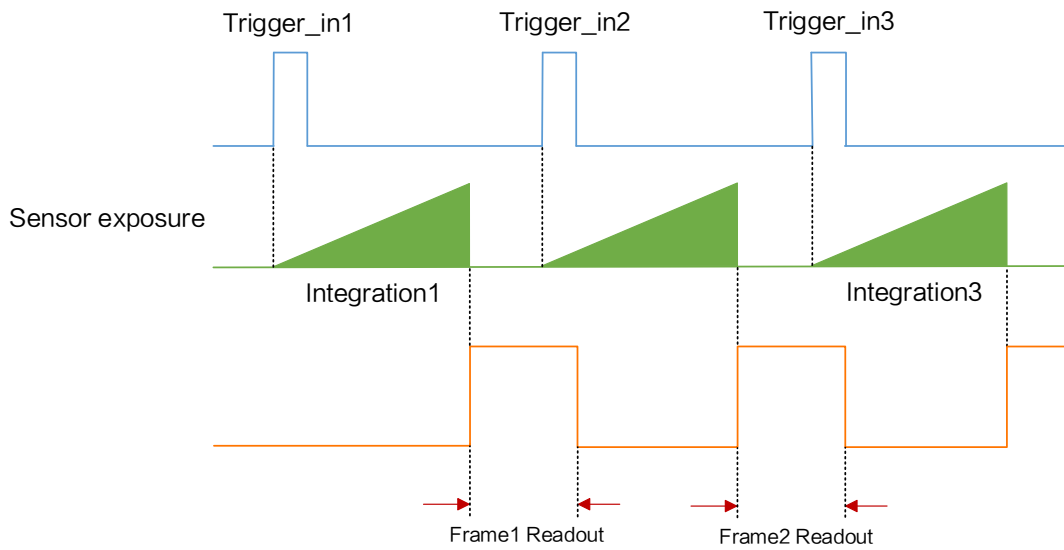

图8-16 第2帧正常处理时序
- 若第 2 个触发信号第 1 帧图像的曝光结束时间不早于相机当前第 1 个触发信号最后 1 帧的出图时间，则第 2 个触发信号第 1 帧图像正常出图，如图 8-16 所示。